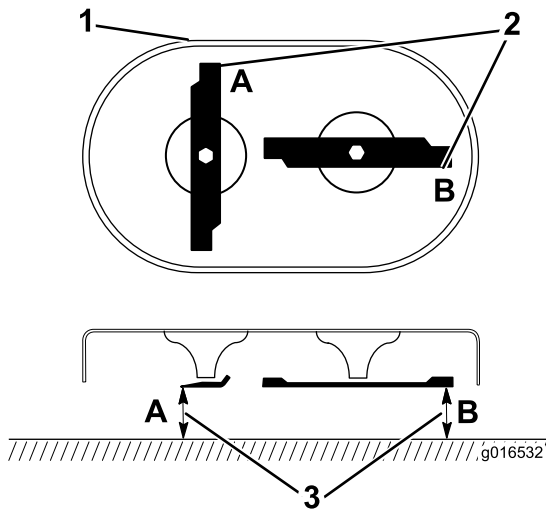

Figura 43
1. Gire las cuchillas hasta que estén posicionadas según se muestra en Figura 43.
2. Mida desde una superficie nivelada hasta los filos de corte, en las posiciones **A** y **B** (Figura 43) y anote las dimensiones.